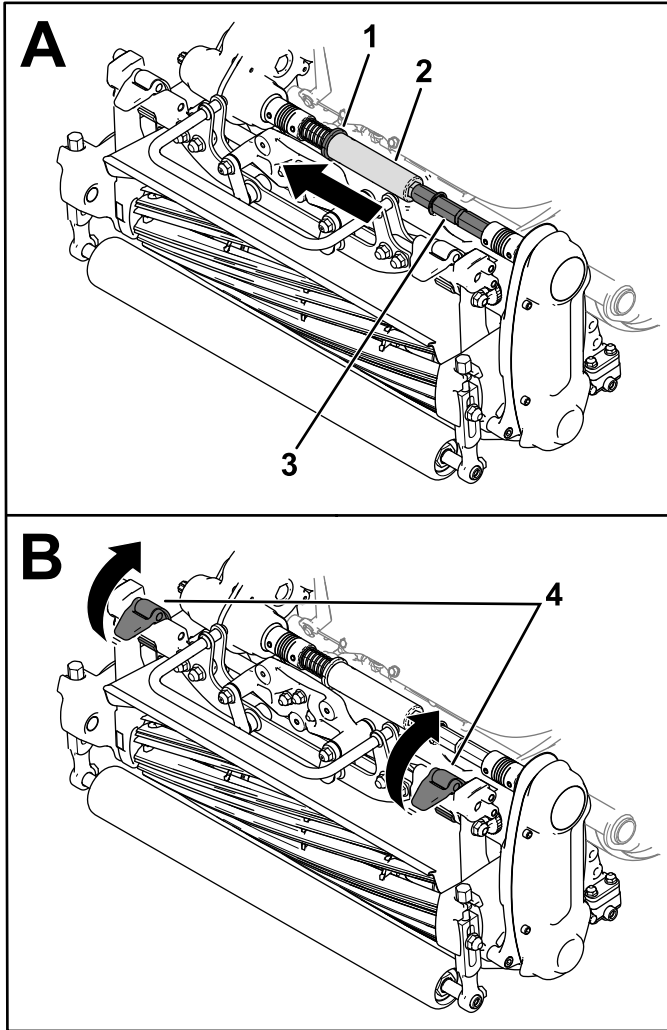

图 38
3. 将环圈 图 38 移动到变速箱轴槽中。
4. 将六角管道从滚刀组联轴器轴上滑下 图 38。
5. 向上移动悬挂门锁以从机器上松开滚刀组 图 38。